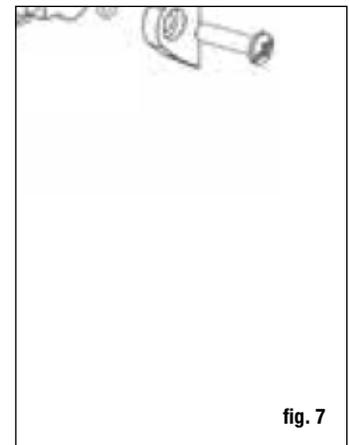

fig. 7
**Paso 5** Para terminar, deslice una moldura para base de poste sobre cada poste para darle un aspecto acabado. (fig. 7)